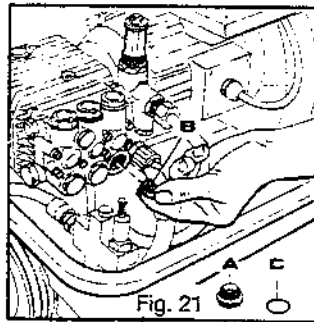
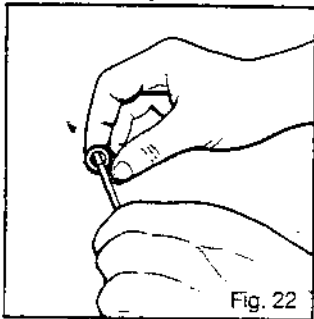

Fig. 21
Fig. 22
- 1) Die 3 Propfen, die in dem Innenteil des Pumpenkopfes liegen, abschrauben (Abb. 21 A).
- 2) Die, im Inneren des Pumpenkopfes gelagerten, Ventile herausnehmen (Abb. 21 B).
- 3) Die rostfreien Ventilplatten, durch leichten Druck auf die innere Platte, lösen (Abb. 22). Die Unversehrtheit des O-Rings überprüfen (Abb. 21.C), und eventuell austauschen. Ventile und Propfen wieder aufmontieren.